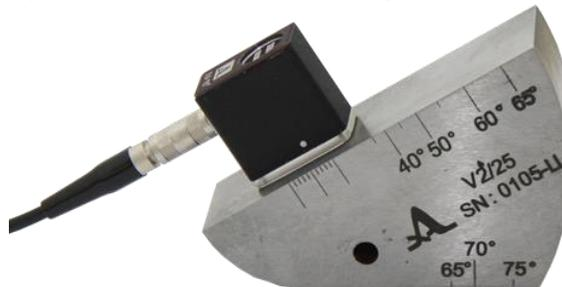

Рисунок 35
- для определения задержки в призме преобразователя просканировать радиусную часть (R50) образца V2/25 со стороны длинной грани (рисунок 35), получить временную огибающую сигналов (рисунок 36) и нажать клавишу;